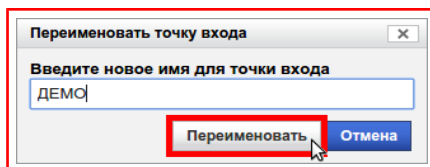

Рисунок 9.64 — Кнопка «Переименовать»
- 4) Нажать на кнопку **«Переименовать»**, рисунок 9.64.